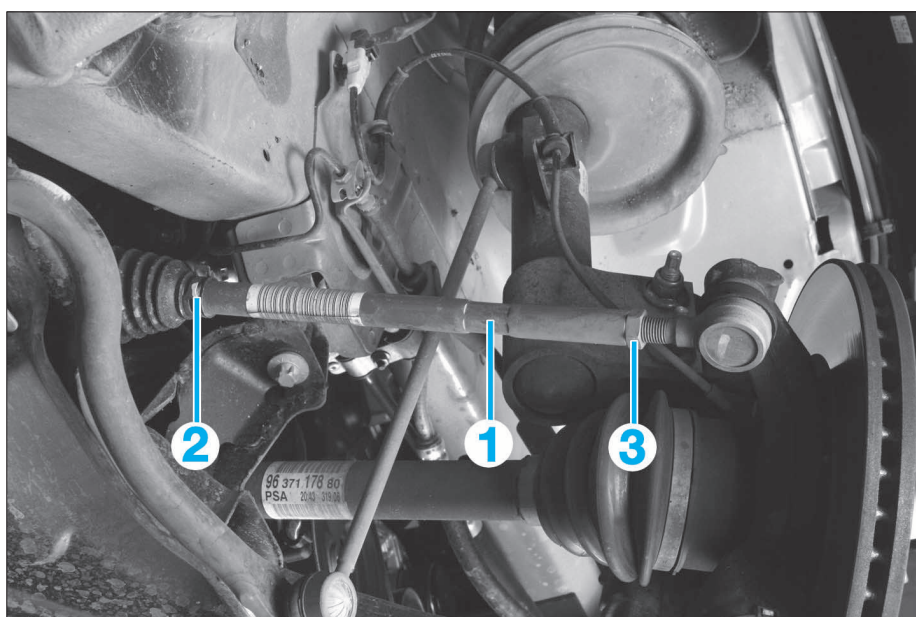

FIG. 9
- Le parallélisme se règle par l'allongement ou le raccourcissement de la longueur des biellettes de direction (1), en les tournant par leur empreinte hexagonale, après avoir desserré le collier (2) et le contre-écrou (3) (Fig.9).